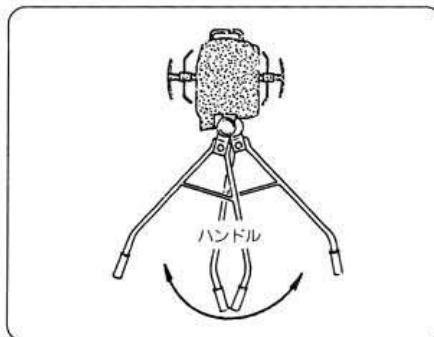

図17
2) 旋回のしかた(図17)
- ① 旋回または進路変更をするときはハンドルを振っておこないます。